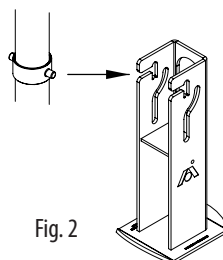

Fig. 2
2. Aligner les tiges de bagues de pivot avec la fente supérieure du pied Robofoot™. Faire glisser le corps du pied Robofoot™ sur la bague de pivot pour qu'il se loge dans la fente en T de la bague de pivot supérieure. Il faut incliner le corps du pied Robofoot™ pour qu'il s'ajuste à la bague de pivot et aux tubes du vérin dans le corps du pied Robofoot™. (Figure 2)